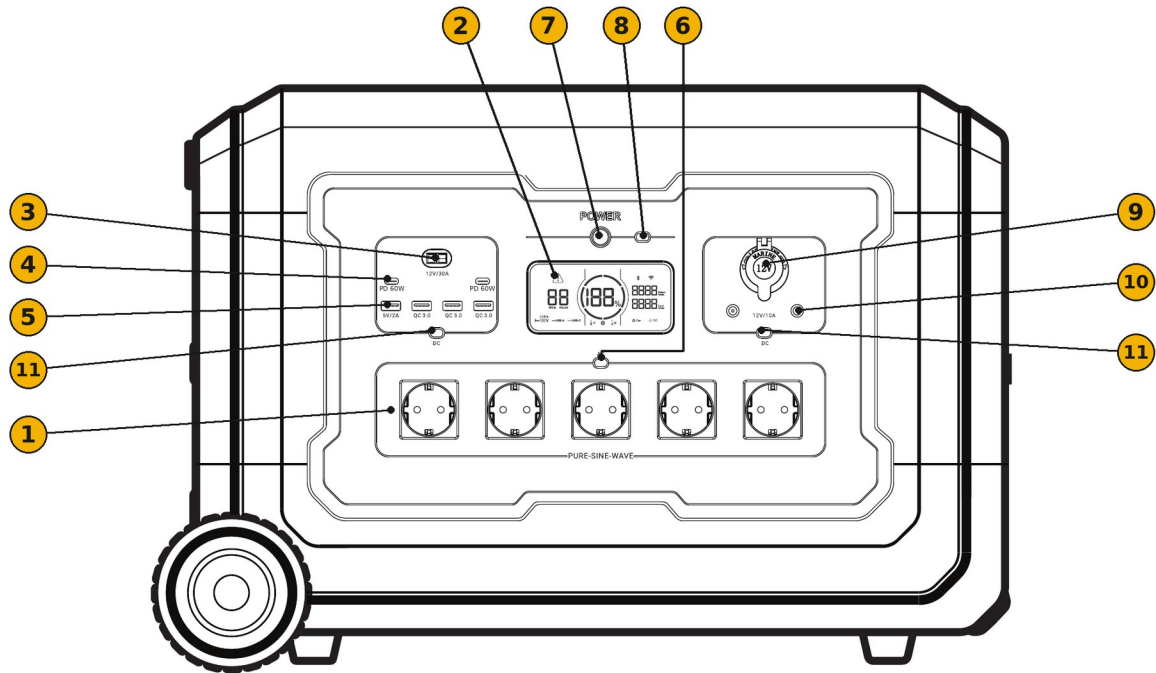
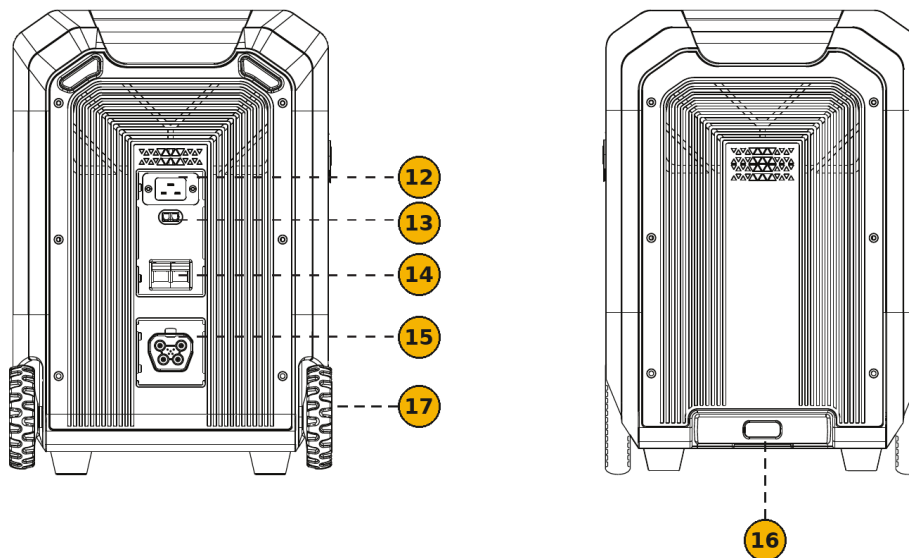

FIG. 1 — Vue de face : commandes et sorties
FIG. 2 — Vues latérales : entrées, disjoncteur et éléments de transport
- 2) Pour la déplacer sur un sol ferme et plat, sortez la poignée télescopique (16, FIG. 2), inclinez légèrement la station et faites-la rouler sur ses roues (17). Rentrez la poignée après usage.
La station réunit dans un boîtier à roulettes la batterie, l'onduleur, les régulateurs de charge et le système de gestion de la batterie (BMS). La face avant regroupe les commandes, l'écran et les sorties (FIG. 1) ; le côté des roues regroupe les entrées de charge, le disjoncteur et le connecteur d'extension (FIG. 2).